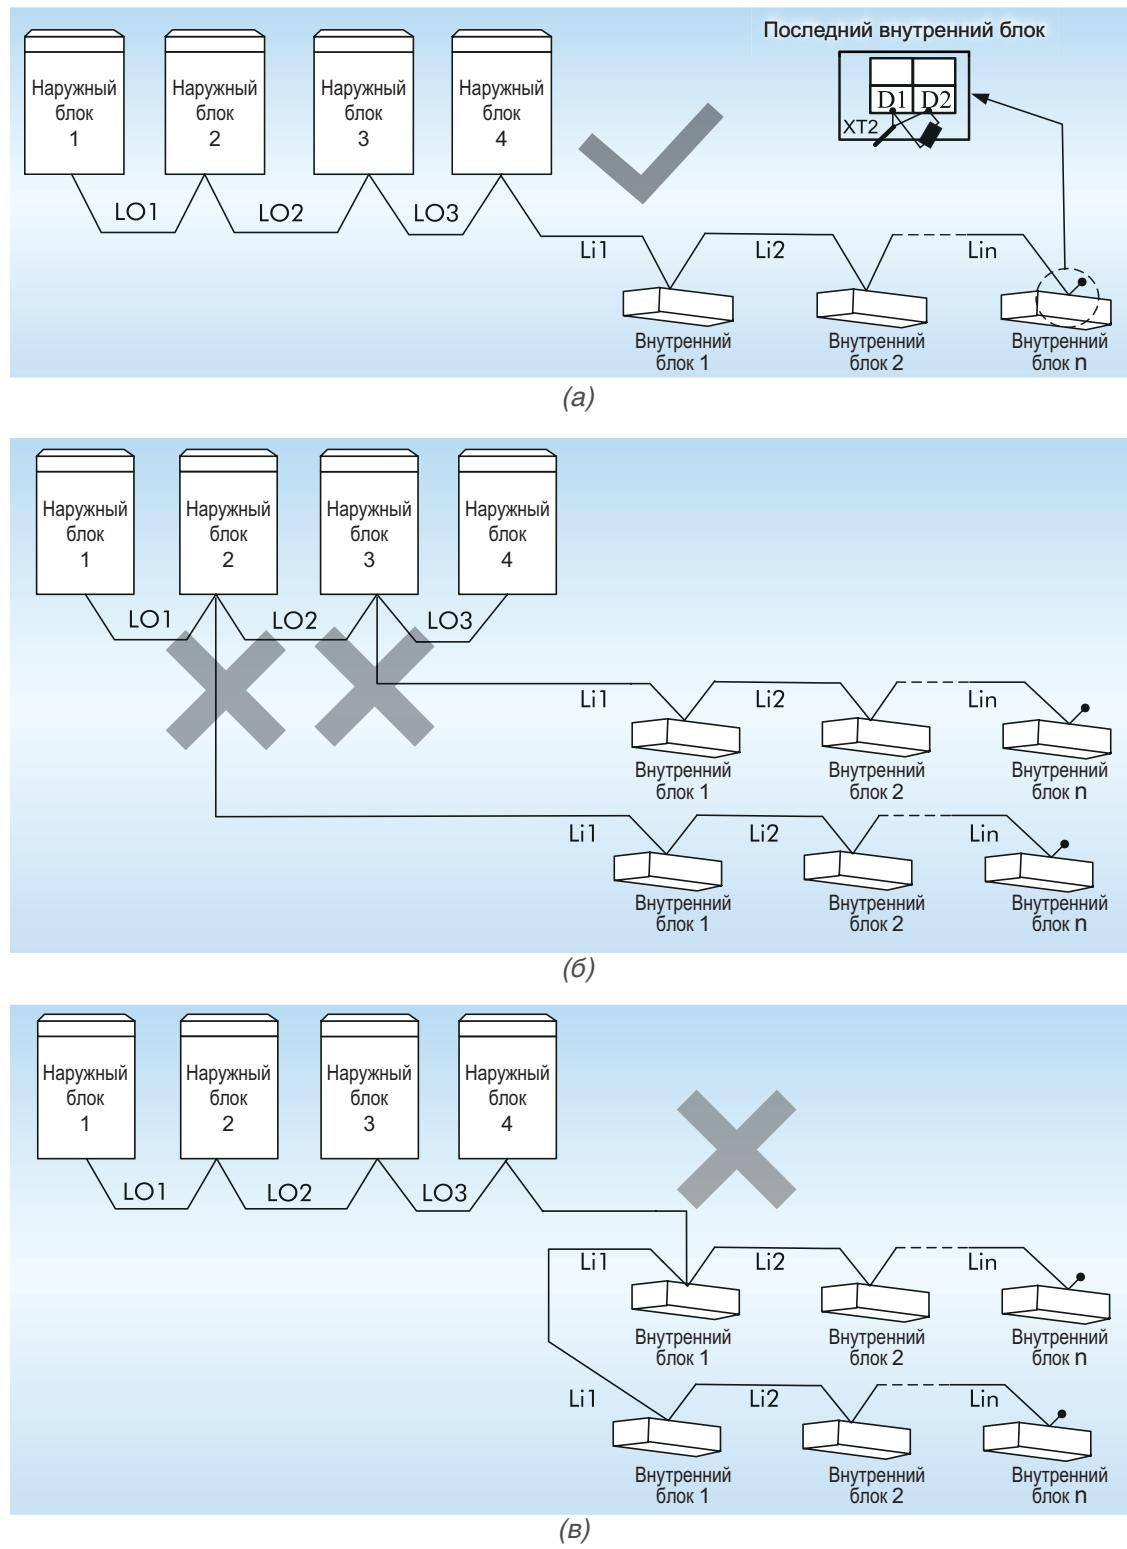

Рис. 8.2.
8.2.3. Наружные и внутренние блокы должны соединяться только последовательно. К последнему внутреннему блоку должен быть подключен согласующий резистор (в комплекте с наружным блоком). На рис. 8.2.(а) показан пример правильной коммутации системы. На рис. 8.2.(б) и 8.2.(в) показаны примеры ошибочной коммутации внутренних и наружных блоков.